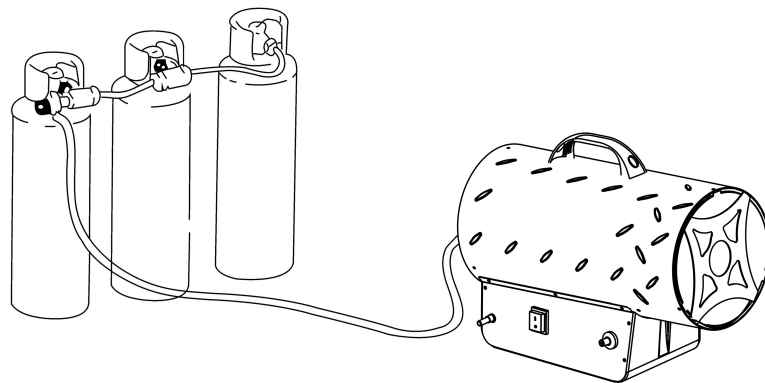

Abb. 1.
- 1.9. Wenn das Heizgerät über einen längeren Zeitraum mit maximaler Leistung betrieben wird, kann sich Eis am Zylinder bilden. Dies ist auf eine übermäßige Dampfantnahme zurückzuführen. Aus diesem oder einem anderen Grund darf der Zylinder nicht erhitzt werden. Um diesen Effekt zu vermeiden oder zumindest zu verringern, verwenden Sie einen großen Zylinder oder zwei miteinander verbundene Zylinder (Abbildung 1).